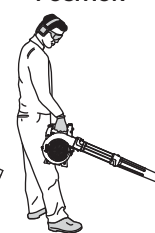

Fig. 15
AVERTISSEMENT : Après avoir démarré l'appareil, tenez-vous toujours du côté gauche de l'appareil pour l'utiliser, comme indiqué sur la figure 15, pour ne pas bloquer l'entrée d'air.
- **Tenez la souffeuse dans la main droite.** Ne vous placez pas à droite de la souffeuse lorsque vous utilisez l'appareil (Fig. 15). Si vous le faites, vous bloquerez l'entrée d'air et cela peut influencer les performances de l'appareil. Placez vous du côté gauche de l'appareil pour optimiser l'efficacité de l'appareil (Fig. 15).